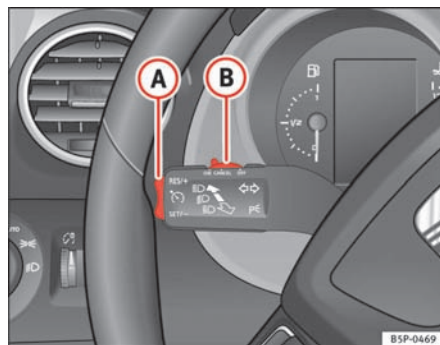

Fig. 154 Blink- og fjernlysarm: kontakt og vippeknop til fartpilot
- Tryk et kort øjeblik på den nederste del **SET/-** ⇒ fig. 154 af vippeknappen **A**, når den hastighed, der skal gemmes, er nået.